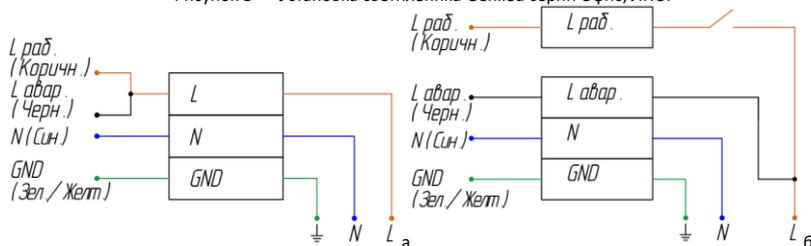

Рисунок 6 — Схема подключения аварийного светильника:
5.4.4. Если предполагается включать и выключать светильник в рабочем режиме, присоедините фазный рабочий провод (Лраб.) к клемме Лраб. через выключатель (см. рисунок 6, б). В данном случае возможно включение/отключение рабочего освещения через выключатель. В случае возникновения аварийного отключения электроэнергии светильник автоматически перейдет в аварийный режим при любом положении выключателя.
- 5.5.7. Если предполагается включать и выключать светильник в рабочем режиме, присоедините фазный рабочий провод (Лраб.) к клемме Лраб. через выключатель (см. рисунок 6, б). В данном случае возможно включение/отключение рабочего освещения через выключатель. В случае возникновения аварийного отключения электроэнергии светильник автоматически перейдет в аварийный режим при любом положении выключателя.